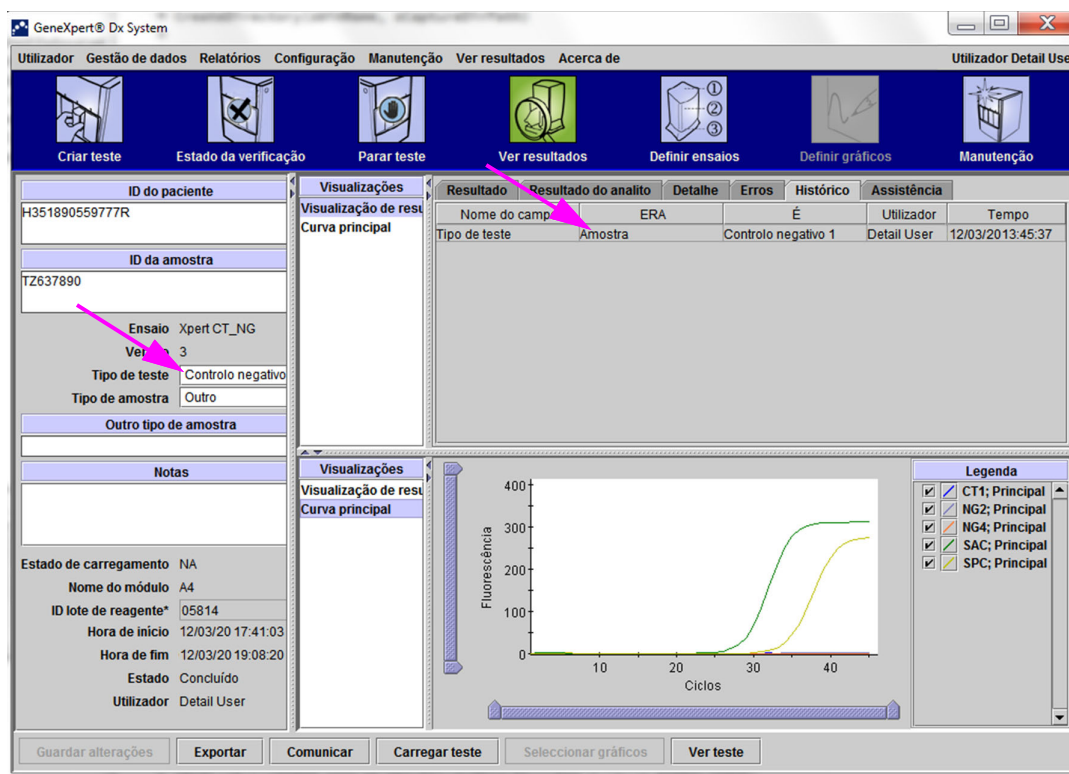

Figura 5-52. Separador Histórico apresentando a alteração do tipo de teste Amostra para Controlo negativo
5. Clique em **Sim** para guardar as alterações e continuar. O software regista o histórico de alterações (consulte a figura 5-52).